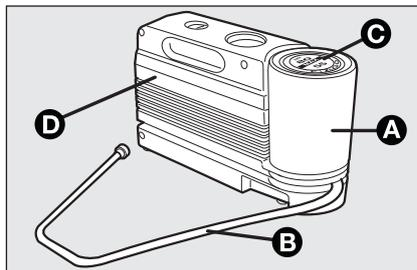

fig. 11
Il kit **fig. 11** comprende:
- un compressore **D-fig. 11** completo di manometro e raccordi, reperibile nel vano;